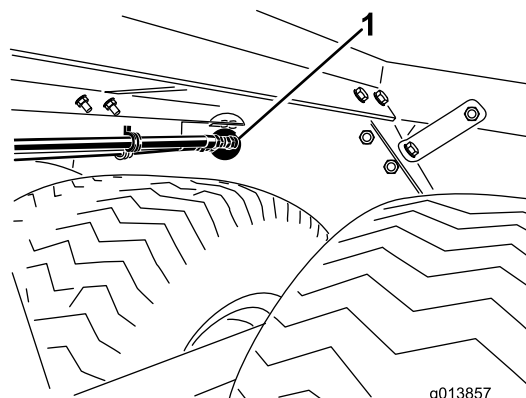

図 2
5. オイルの入口フィッティングと出口フィッティング、およびホースガイドの取り付けブラケットがすべてプロパスのシャーシの後壁にあいている丸穴に無理なく通ることを確認する（図 2）。